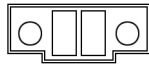

Abb. 21. Stecker des Hilfskontaktschalters vom manuellen Bypass der USV
- Der manuelle Bypass-Schalter des Geräts verfügt über einen Mikroschalter hinter seiner mechanischen Verriegelung. Dieser normalerweise offene Kontakt wird bis zu einer Klemmleiste mit zwei Klemmen, die sich hinter dem Gerät befinden [siehe Abb. 21], erweitert und intern an der USV-Steuerung angeschlossen.